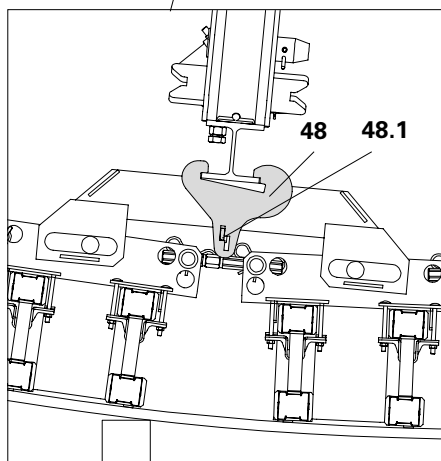

Fig. B1.01b
3. Aprire gli attacchi per correnti (48) spingendo sul profilo dei contrafforti, inserire nel contrafforte di ripartizione e fissare con un cuneo K (48.1). (Fig. B1.01b)